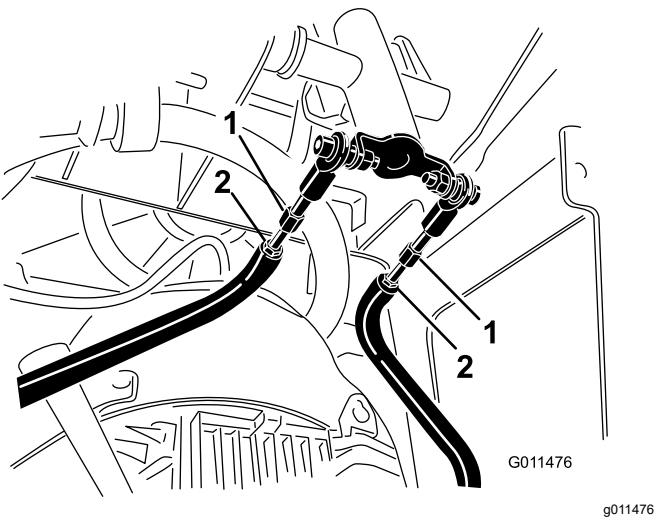

Figura 51
- D. Afloje las contratuerzas de las varillas de tracción, debajo del panel de control (Figura 51).